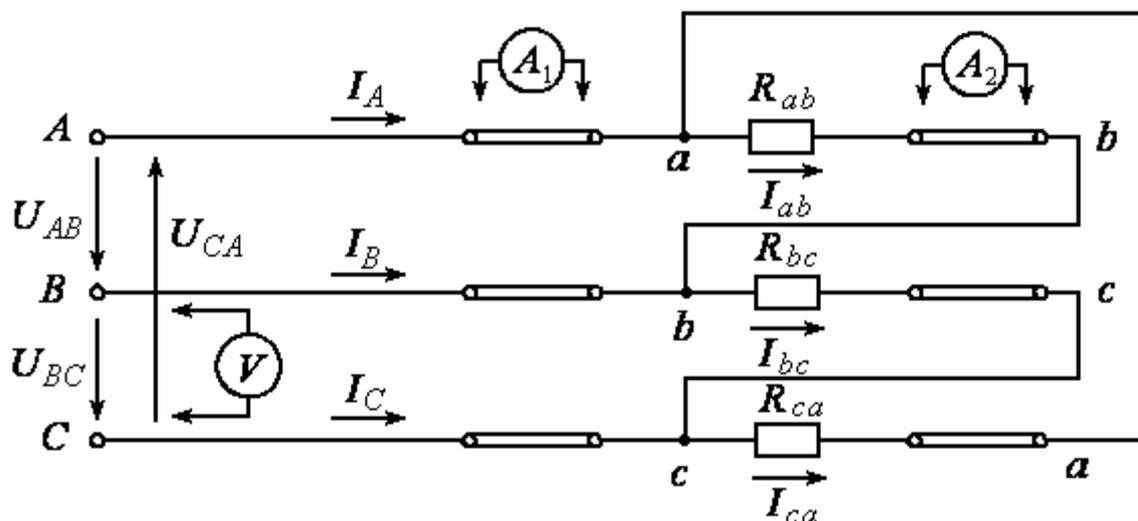

Рис. 6.2
4. Разобраться с измерением фазных токов приёмника и линейных токов сети по схеме, изображенной на рис. 6.2.
Собрать электрическую цепь по схеме, изображенной на рис. 6.2.
4. Какие напряжения трёхфазной цепи называют фазными и какие линейными? Показать на схеме (рис. 6.2) фазные и линейные напряжения.
7. Какие токи трёхфазной цепи называют фазными и какие линейными? Показать на схеме (рис. 6.2) на каких участках цепи следует измерять фазные токи и на каких линейные.